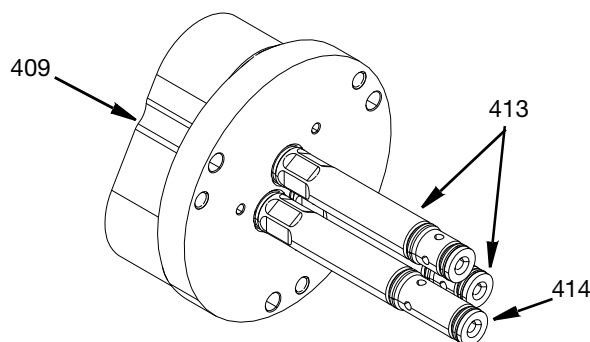

FIG. 31
5. Appliquez une seule goutte de frein-filet de résistance moyenne sur les filets des guides de joint de roulement court et long (413 et 414) et vissez-les dans le boîtier du cylindre pneumatique (409). Serrez au couple de 20,34 N•m) Voir FIG. 31.